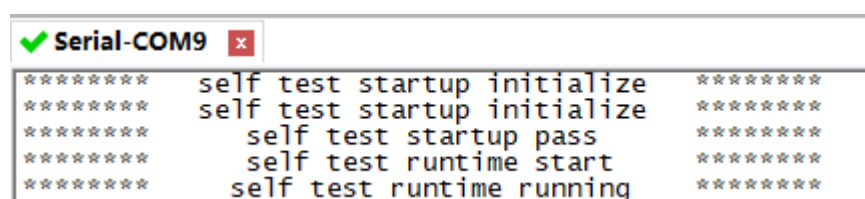

图 4-3 测试提示信息
- 5) 观察串口助手打印信息如图 4-3 所示和测试板 LED 状态，若 LED 闪烁，表示测试失败。